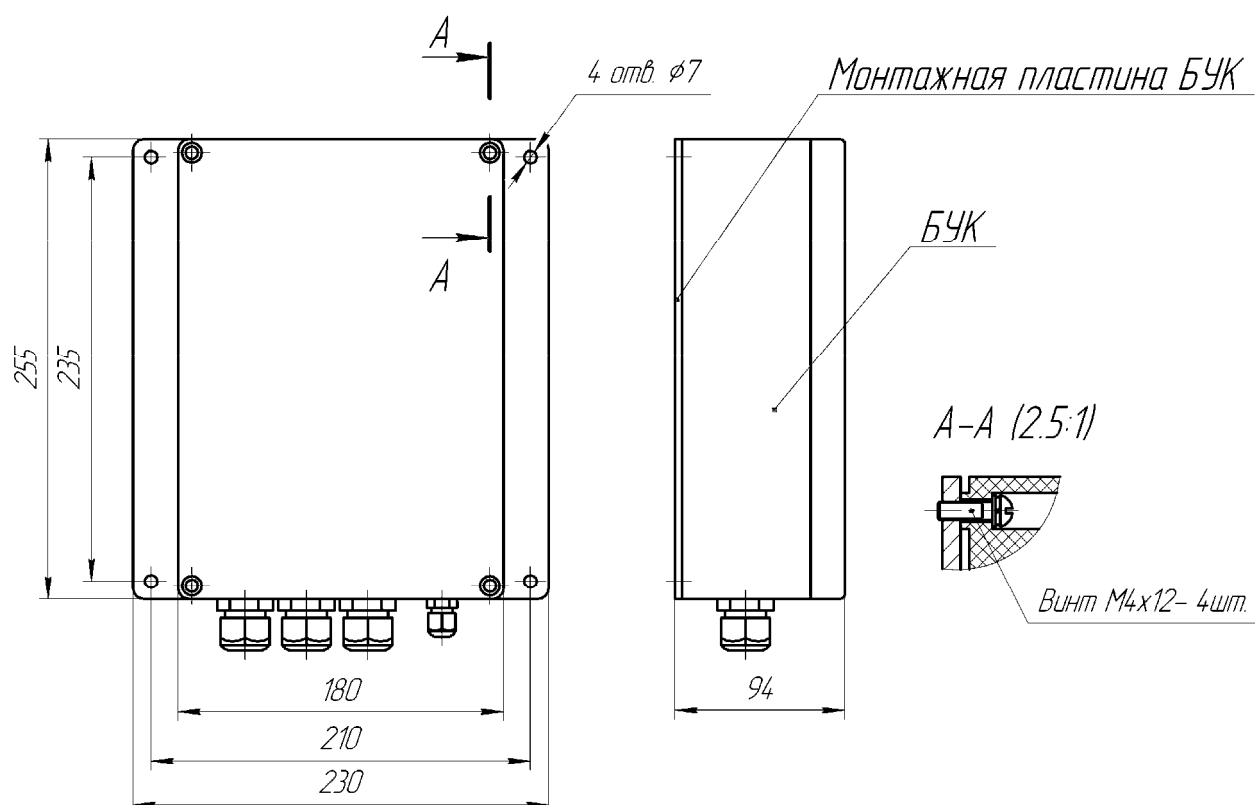

Рис. 6.2. Установка блока управления и контроля на монтажную пластину.
Блок управления и контроля прикрепляется к пластине монтажной винтами (входят в комплект влагомера) в соответствии с Рис. 6.2. Пластина с блоком управления и контроля устанавливается в непосредственной близости от блока сенсоров (в стандартную комплектацию входит кабель блок сенсоров – блок управления и контроля длиной 5 м). При необходимости допускается удлинение кабеля до 25 м (см. п. 8). Для установки блока управления и контроля следует выбирать места с минимальным уровнем вибраций (колонны, капитальные стенки и т. п.). Высота крепления блока управления и контроля должна обеспечивать удобный доступ для обслуживания (150...170 см от пола). Габаритные и присоединительные размеры блока управления и контроля и монтажной пластины приведены на Рис. 6.2.
- При необходимости (например, для отправки на предприятие-изготовитель) снимите блок управления и контроля с монтажной пластины (Рис. 6.2).